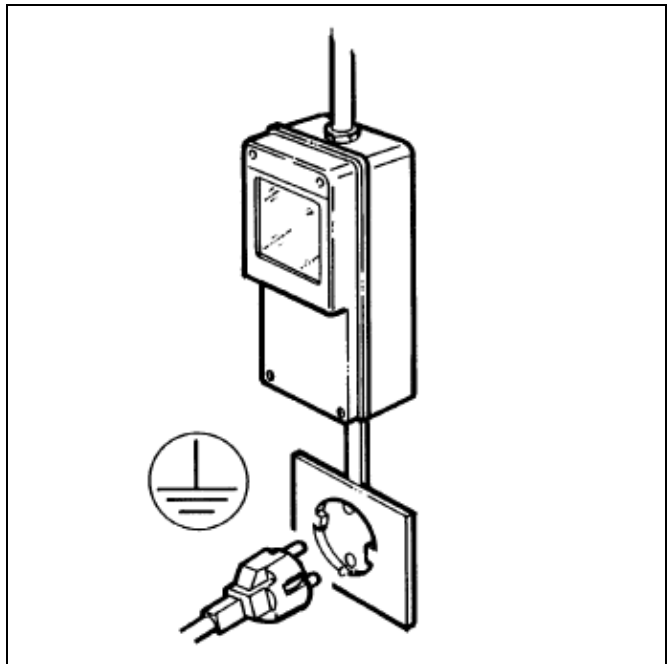

Fig. 3
- S'assurer que l'installation électrique à laquelle l'appareil est branché soit pourvue d'une mise à la terre efficace conformément aux normes en vigueur concernant la sécurité (fig.3). Le fabricant ne peut être tenu pour responsable des dommages éventuels causés par l'absence de mise à la terre de l'installation.
- Il est nécessaire, pour une installation correcte et sûre, de prévoir une prise spécifique commandée par un interrupteur magnétothermique qui doit avoir une distance d'ouverture entre les contacts d'au moins 3 mm conformément aux normes nationales sur la sécurité en vigueur (fig.3).